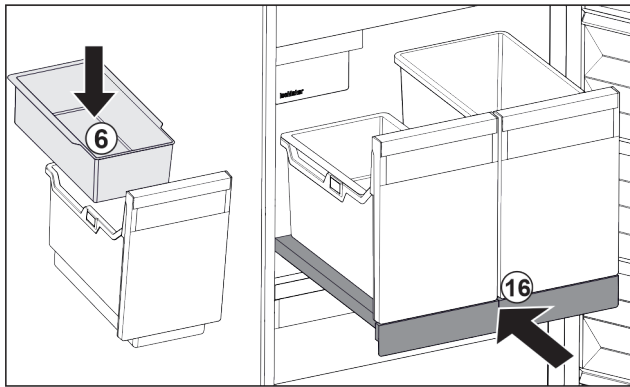

Fig. 91
- ▶ Einhängeschale Fig. 91 (6) für Eiswürfel einsetzen.
- ▶ Auszugsbord mit Behälter (IceTower) einschieben. Fig. 91 (16)